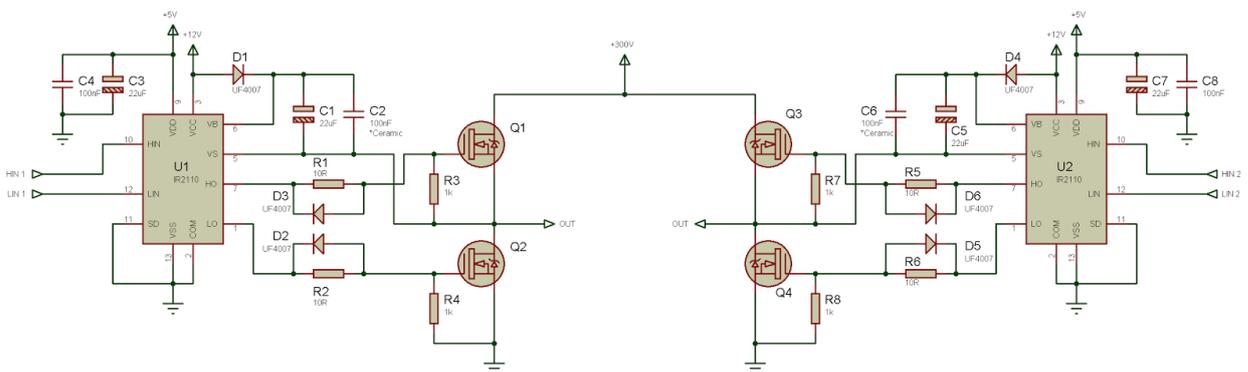

Figura 02. Circuito para controlar bidireccionalmente un motor CC.
**5.2 Control bidireccional de motor.-** Simular el circuito de la figura 02 en Proteus, armar el circuito en protoboard, y controlar a un motor de CC de modo bidireccional.